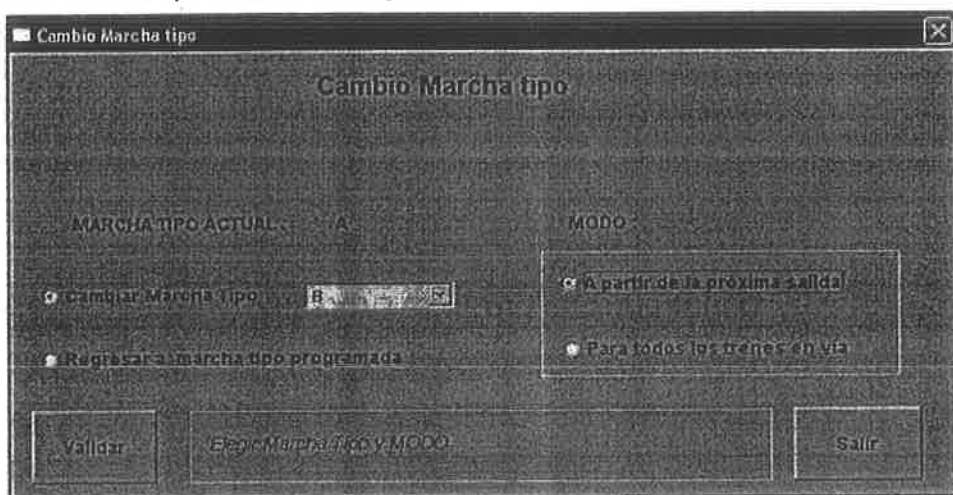

Fig. 7. Ventana "Marcha Tipo - Cambio"
• Seleccionar el botón " Marcha Tipo "	La ventana " Marcha Tipo - Inicio " aparece en la pantalla. Se visualiza en la ventana la marcha tipo actual de los trenes a la salida de la terminal (Y).
• Elegir una de las 2 funciones: " Cambiar marcha Tipo " o " Regresar a marcha tipo programada" (ver Fig 6). • Si se eligió la función " Cambiar Marcha Tipo ", entrar la marcha tipo elegida • Elegir el modo del cambio (" A partir de la próxima salida " o " para todos los trenes en la vía ").(ver Fig 7).	La ventana "Marcha Tipo - Cambio" aparece en la pantalla..